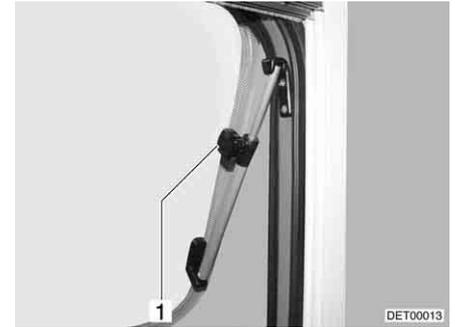

Fig. 48 Finestra apribile con deflettori a rotazione, aperta
- Aprire la finestra apribile fino alla posizione desiderata e fissarla mediante il pomello zigrinato (Fig. 48,1).
- Ruotare il pomello zigrinato (Fig. 48,1) fino a che l'arresto viene sbloccato.